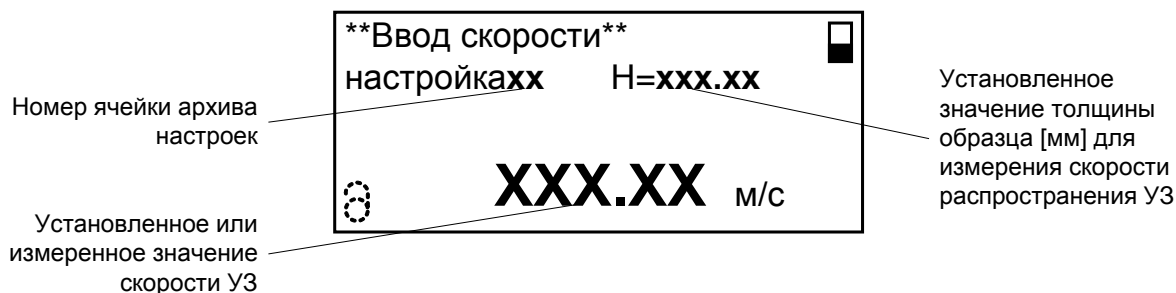

Рис. 8. Вид окна Ввод скорости.
2.3.3.5. Вид окна ввода и измерения скорости распространения УЗ в материале объекта приведен на рис.8.